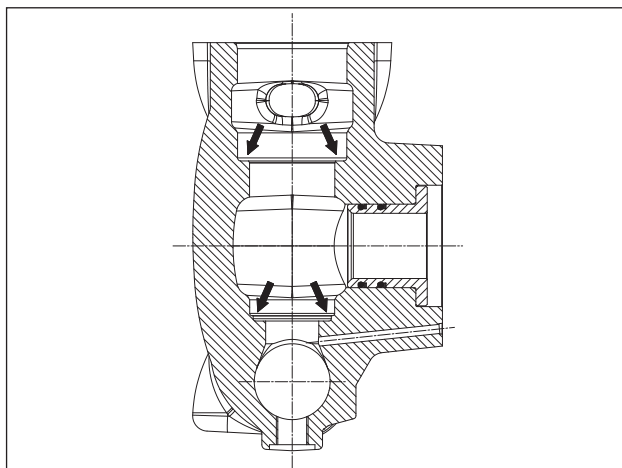

Fig. 113
Prima di riposizionare i gruppi valvola pulire ed asciugare perfettamente i relativi alloggiamenti nella testata indicati dalle frecce (pos. ①, Fig. 113).